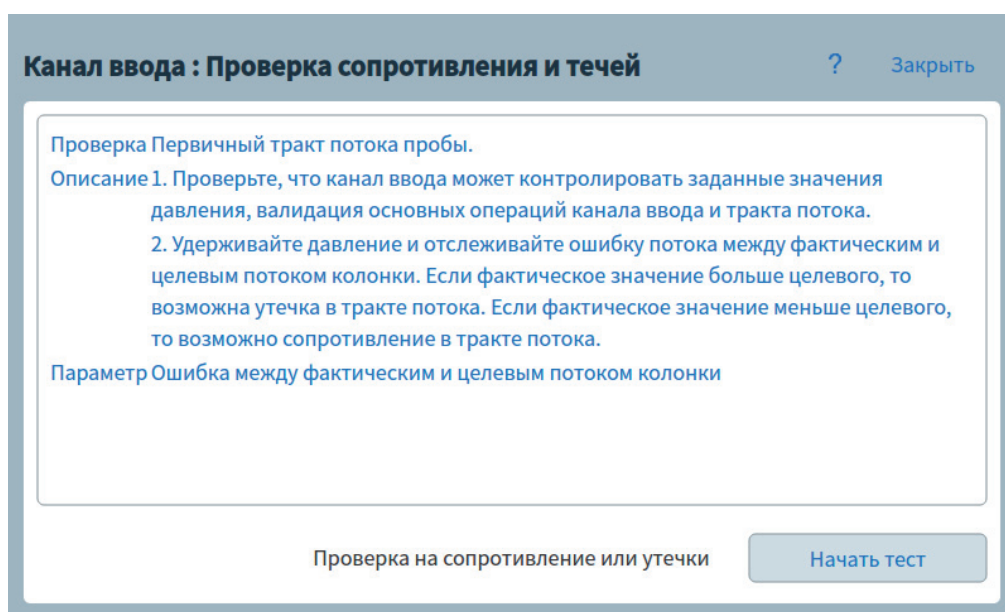

Рис. 26 Страница проверки утечек и ограничений
- 2 Выберите эту проверку. Откроется соответствующая страница с описанием этой проверки и проверяемым параметром. См. Рис. 26.